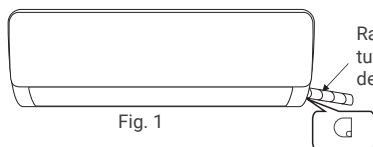

Fig. 1
- Selon la position de l'unité, la tuyauterie peut être posée latéralement à gauche ou à droite (Fig. 1), ou verticalement à partir de l'arrière (Fig. 2) (en fonction de la longueur de la tuyauterie de l'unité intérieure).